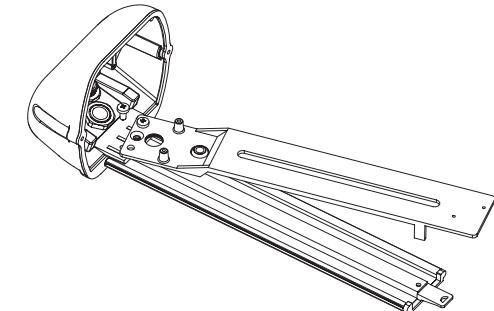

Fig. 2
- Far ruotare la slitta interna svitando una delle viti di fissaggio. (Fig. 2).
- Faire pivoter la glissière interne en desserrant l'une des vis de fixation (Fig. 2).
- Rotate the inner slide, removing one of the screws (Fig. 2).